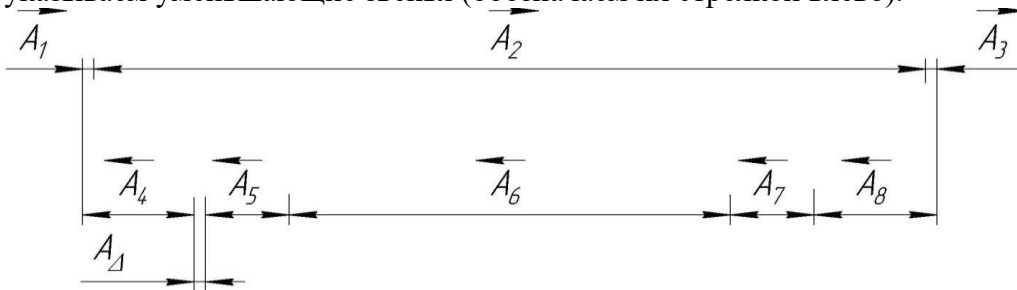

Рис. 2.1 – Схема размерной цепи
1.1. Составляем в условном масштабе схему размерной цепи (рис. 2.1) и обозначаем ее звенья. Сверху указываем увеличивающие (обозначаем их стрелкой вправо), снизу указываем уменьшающие звенья (обозначаем их стрелкой влево).